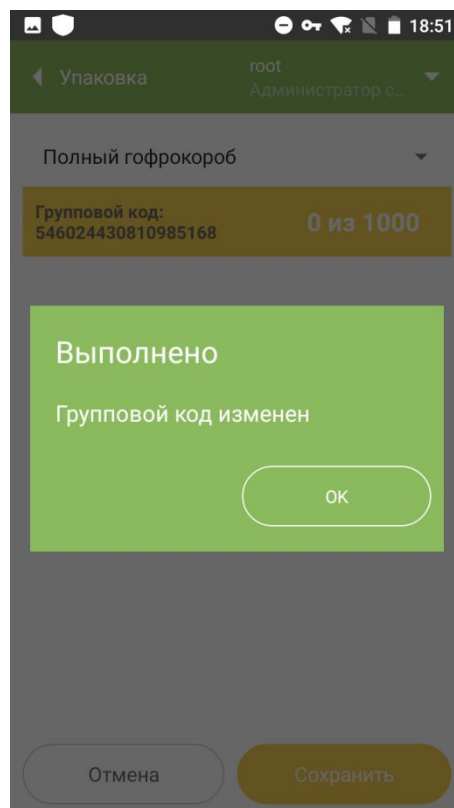

Рисунок 2.4
- 2.1.2. Если требуется изменить групповой код, то следует просканировать новый. На ТСД появится всплывающее окно «Выполнено. Групповой код изменен» (Рисунок 2.4). Подтвердить нажатием «ОК».